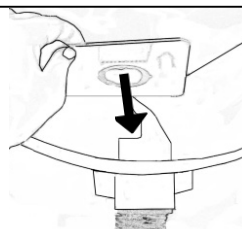

Fig. 25
1. Installare il cartone forato del sacchetto di raccolta polvere sul supporto del sacchetto stesso (Fig. 25).